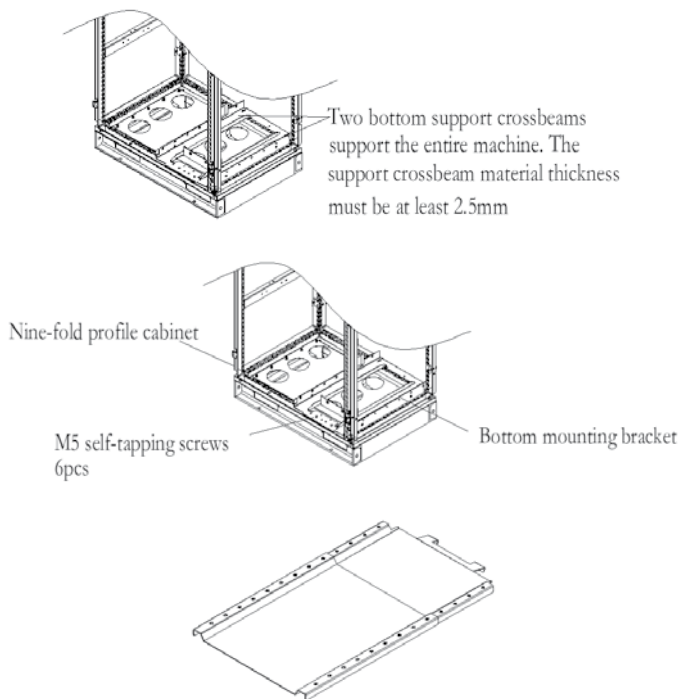

Рис. 4-13 Схема нижнего монтажного кронштейна
2	Закрепите нижние опорные поперечные балки и монтажный кронштейн в шкафу. (См. Рис. 4-13.)
- (1) Закрепите нижние опорные поперечные балки и монтажный кронштейн. (См. Рис. 4-13.)
- (2) Используйте восемь гаек М8 для крепления двух нижних опорных перекладин к основанию рамы шкафа с девятикратным профилем. (Опорные поперечные балки спроектированы пользователем, $T > 2,5$ мм, надежно установлены.)
- (3) Прикрепите монтажный кронштейн к основанию рамы шкафа с девятикратным профилем с помощью шести самонарезающих винтов М5, как показано на следующем рисунке.
- (4) Если вы используете шкаф другого типа, но не шкаф с девятикратным профилем, крепежные отверстия для монтажного кронштейна необходимо просверлить и собрать на месте.